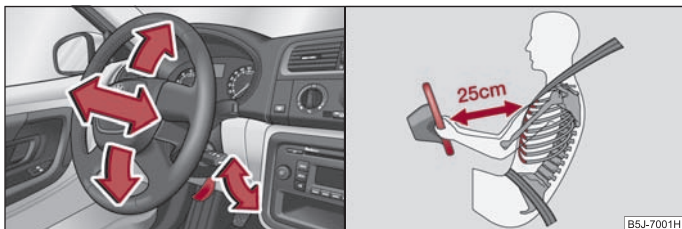

Fig. 91 Volan reglabil: Maneta de sub coloana volanului / Distanța sigură față de volan
- Îndreptați maneta de sub volan ⇒ fig. 91, în jos ⇒ ⚠.
- Între șofer și volan trebuie să existe o distanță de cel puțin 25 cm ⇒ fig. 91 dreapta. Dacă nu se respectă această distanță, sistemul airbag nu își poate exercita eficiența maximă – Pericol!